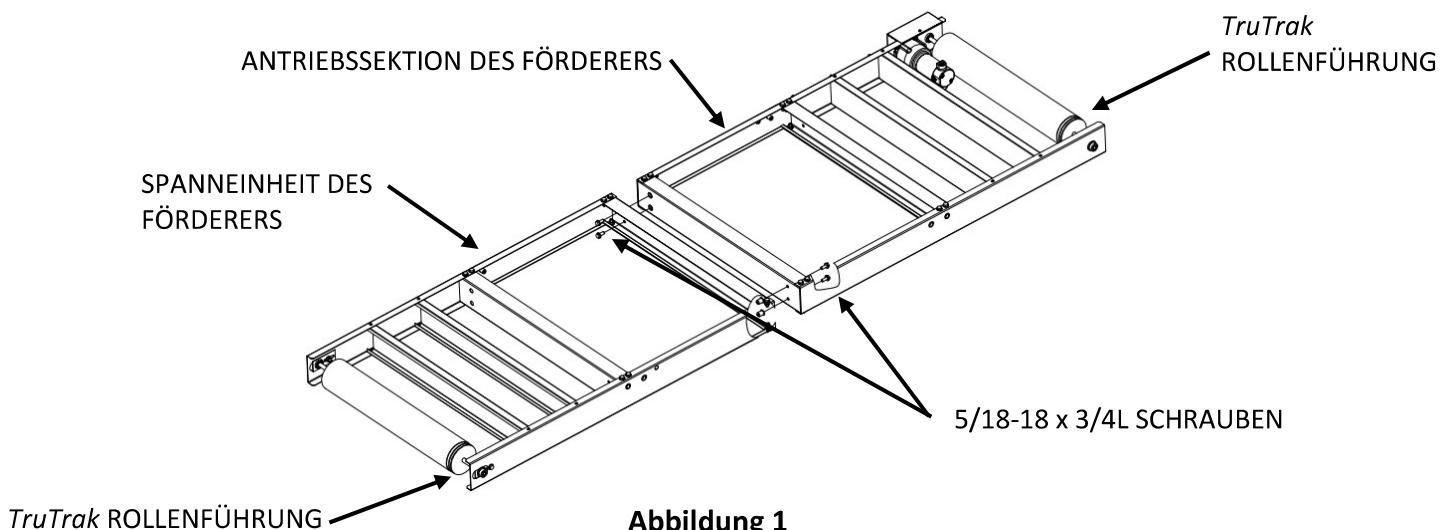

Abbildung 1
1. Legen Sie die **ANTRIEBSEKTION DES FÖRDERERS** auf den abgedeckten Boden (siehe **Abbildung 1**).